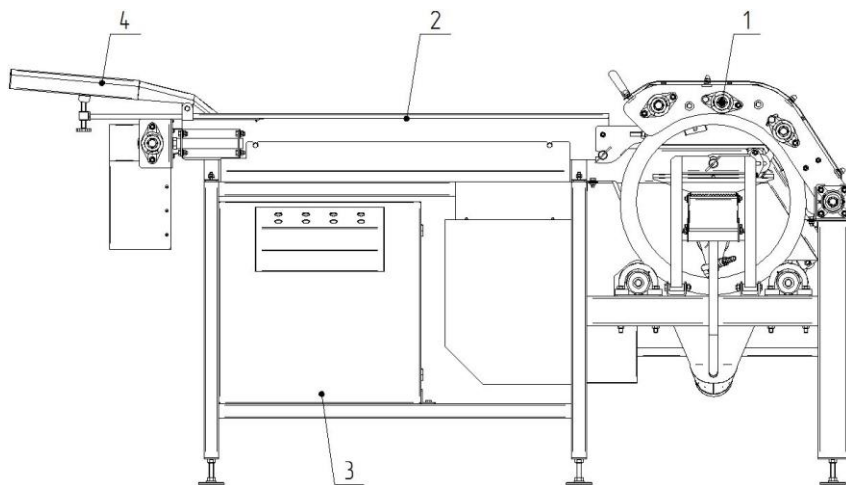

рис.1
Машина механической пробивки ястыков икры состоит из механизма продавливания ястыка икры (1), конвейера подачи (2), системы управления (3) и лотка загрузки ястыков (4) (см. рис. 1).